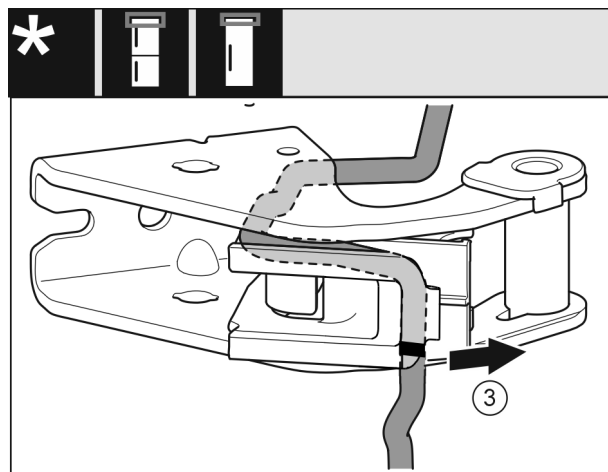

Fig. 18
- ▶ Kabel skupaj z držalom kabla odstranite z ležajnega podstavka. Fig. 18 (3)